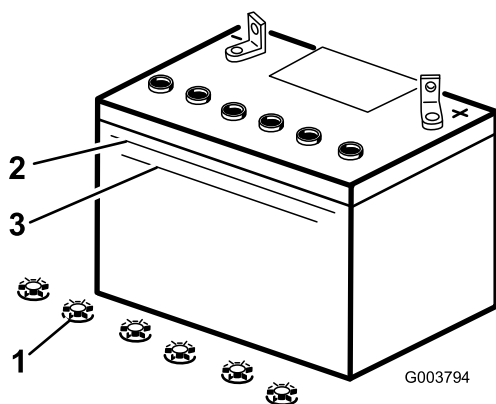

Figura 37
2. Osservate il fianco della batteria. L'elettrolito deve raggiungere la linea superiore (Figura 37). Non lasciate scendere l'elettrolito sotto la linea inferiore (Figura 37).
- Togliete i tappi di rifornimento dalla batteria (Figura 37).
- Aggiungete lentamente acqua distillata in ogni elemento della batteria finché l'elettrolito non raggiunge la linea superiore (Figura 37) sulla scatola della batteria.
- Attendete cinque o dieci minuti dopo avere riempito gli elementi della batteria. All'occorrenza, aggiungete acqua distillata finché l'elettrolito non raggiunge la linea superiore (Figura 37) sulla scatola della batteria.